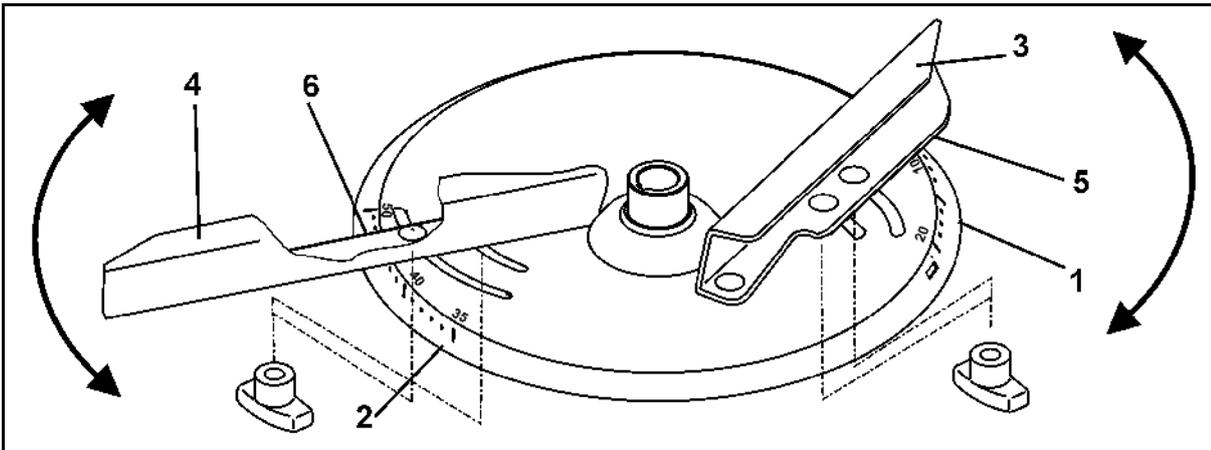

Fig. 59
Zur exakten, werkzeuglosen Einstellung der einzelnen Streuschaufelstellungen sind auf jeder Streuscheibe zwei unterschiedliche, unverwechselbare Skalen (Fig. 59/1 und Fig. 59/2) angeordnet.
- Der kürzeren Streuschaufel (Fig. 59/3) ist die Skala (Fig. 59/1) mit den Werten von 5 bis 28 und der längeren Streuschaufel (Fig. 59/4) die Skala (Fig. 59/2) mit den Werten von 35 bis 55 zugeordnet.
- Für die kurze Streuschaufel (Fig. 59/3) den Einstellwert an der Ablesekante (Fig. 59/5) ablesen.
- Für die lange Streuschaufel (Fig. 59/4) den Einstellwert an der Ablesekante (Fig. 59/6) ablesen.
- Das Verschwenken der Streuschaufeln auf einen höheren Zahlenwert der Skala (Fig. 59/1 bzw. Fig. 59/2) bewirkt eine Vergrößerung der Arbeitsbreite.